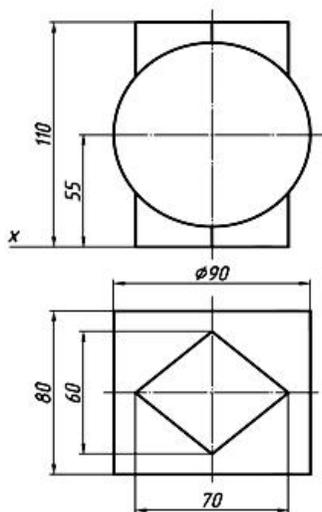

Рис. 39. Вариант 1
4. Для формирования умений: выполнить комплексный чертеж модели пересекающихся тел на формате А3 по варианту (рис. 39–44), предложенному преподавателем.
2. Выполнить горизонтальную и фронтальную проекцию пересекающихся геометрических тел согласно варианту задания (рис. 39, 40, 41, 42, 43, 44).